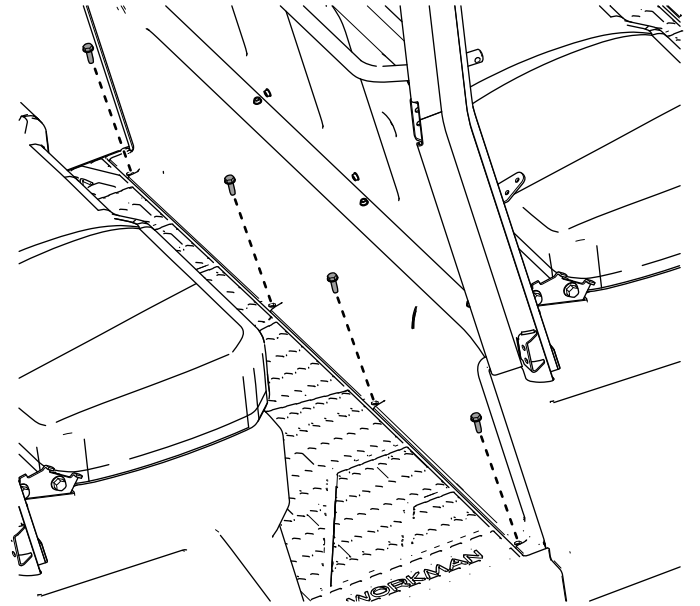

Bild 51
24. Befestigen Sie die Unterseite der Bodenwanne mit den zuvor entfernten vier Sechskant-Scheibenkopfschrauben ($\frac{5}{16} \times 1$ ") wie in Bild 51 dargestellt.